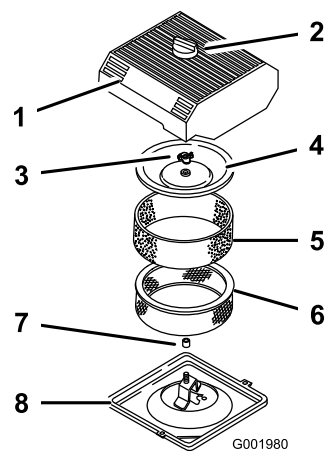

Figura 45
3. Limpie alrededor del limpiador de aire de forma que la suciedad no penetre en el motor y cause daños (Figura 45).
4. Afloje el pomo de la tapa del limpiador de aire y retire la tapa (Figura 45).
5. Deslice cuidadosamente el filtro de gomaespuma para separarlo del filtro de papel (Figura 45).
6. Desenrosque la tuerca de la tapa y retire la tapa y el filtro de papel (Figura 45).
1. Deslice cuidadosamente el filtro de gomaespuma sobre el filtro de papel (Figura 45).
3. Coloque la tuerca de la tapa con la presión de los dedos solamente contra la tapa (Figura 45).
4. Instale la tapa del limpiador de aire y el pomo (Figura 45).